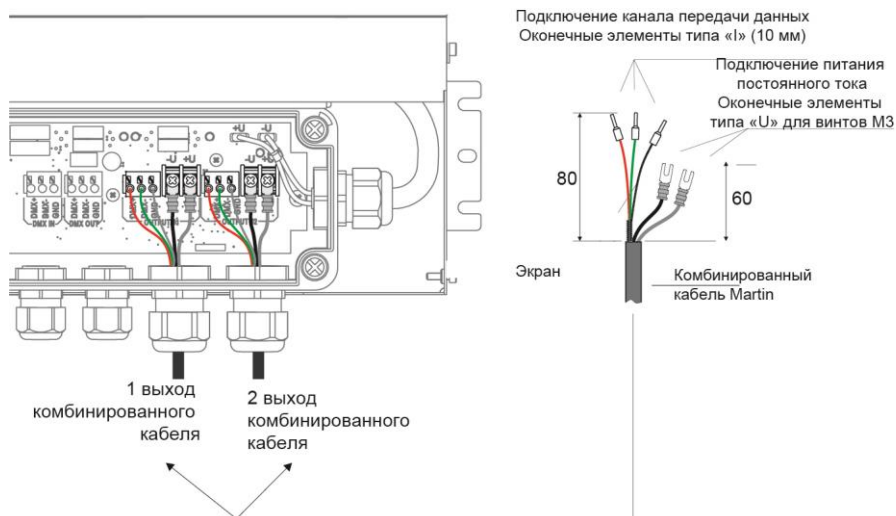

Рис. 14. Подключения комбинированного канала в блоке питания
2. См. Рис. 14. Комбинированные кабели сплиттеров компании Martin™ имеют зажимы (оконечные элементы типа «I»), предварительно установленные на проводах данных управления DMX-канала, а также оконечные элементы типа «U», предварительно установленные на проводах питания 30 В постоянного тока. Комбинированный провод можно разрезать, чтобы его длина соответствовала необходимым параметрам. Если кабель разрезается, то его нужно подготовить для подключения внутри блока питания. См. Рис. 14.